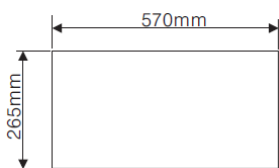

Fig. 2.
- Haga un agujero en el mueble según las medidas indicadas en la ilustración 2. Asegúrese de prever una distancia mínima de 17 mm entre el filo del agujero y el filo del mueble.